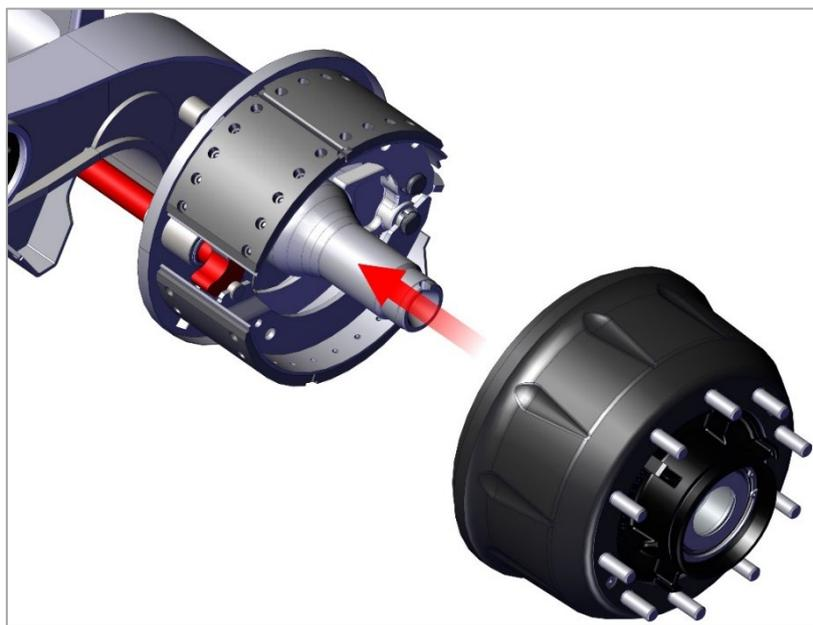

Рис. 19. Монтаж тормозного барабана.
1) Если ступица и барабан были сняты с оси, то выполняйте монтаж компонентов в порядке, обратном порядку снятия (рис. 19).